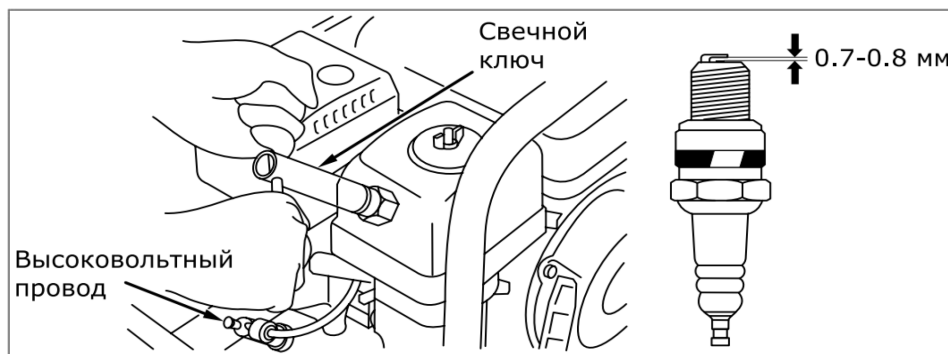

Рис. 26
8.3. Обслуживание свечи зажигания (рис. 26).